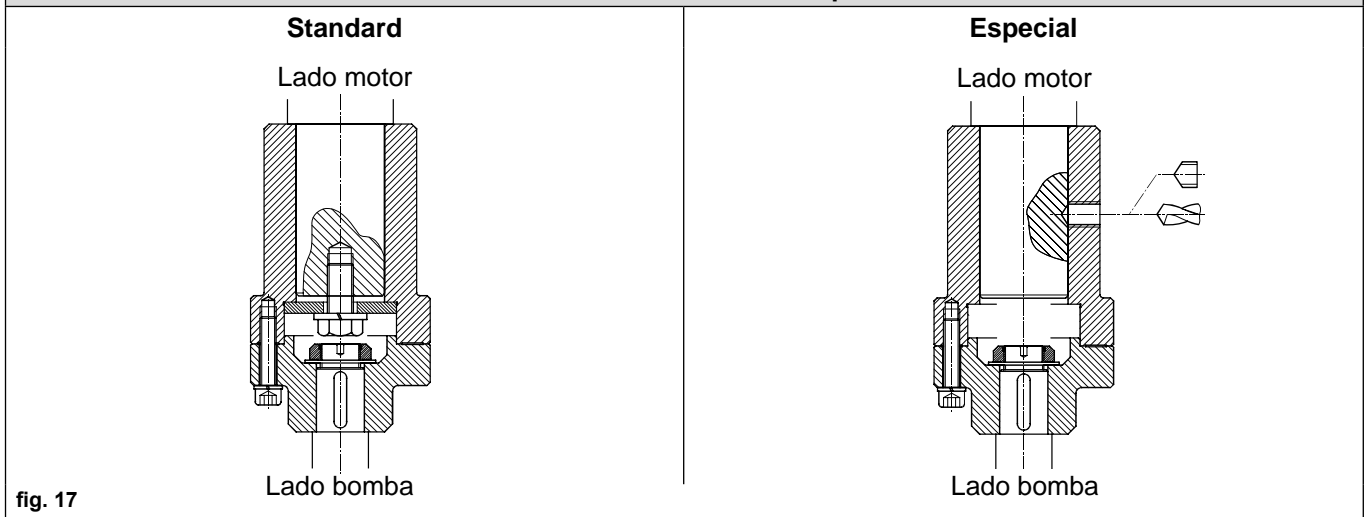

fig. 17
- Remontar los seis tornillos de acoplamiento de la junta, con sus arandelas (fig. 17).
En el caso que se deba sustituir el motor con un modelo equivalente, pero no dotado de orificio y tornillos sobre la cabeza del eje, se sugiere de utilizar una fijación mediante tornillo sin cabeza fileteado de dimensiones adecuadas a la dimensión del eje (fig. 17).